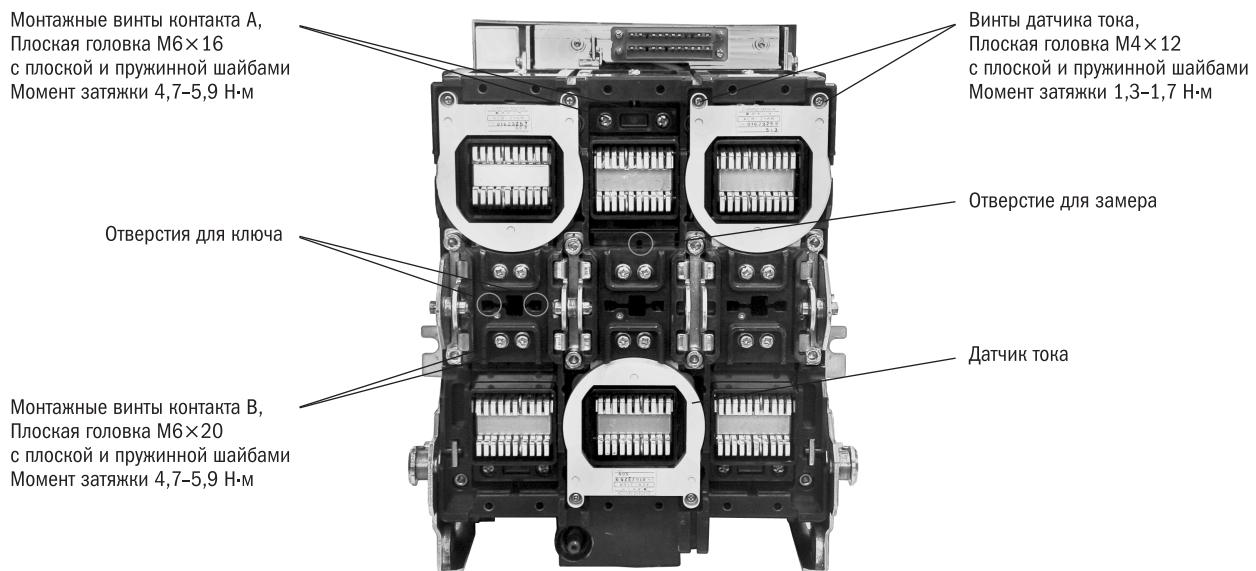

Рисунок 46. Неподвижный контакт
- 2) Отсоедините винты датчика тока и удалите датчик и трансформатор тока, расположенный позади датчика. Не отсоединяйте разъем управляющей цепи от датчика тока и трансформатора тока. Положите отключенный датчик тока и трансформатор тока на корпус выключателя или на пол, избегая при этом натяжения подсоединеных проводников цепи управления. Смотри рисунок 46.